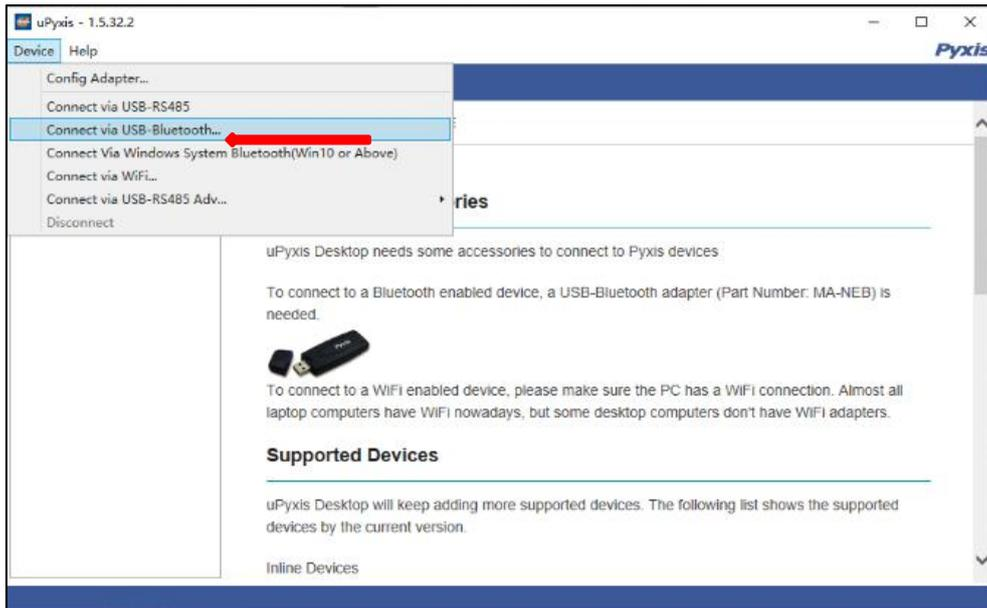
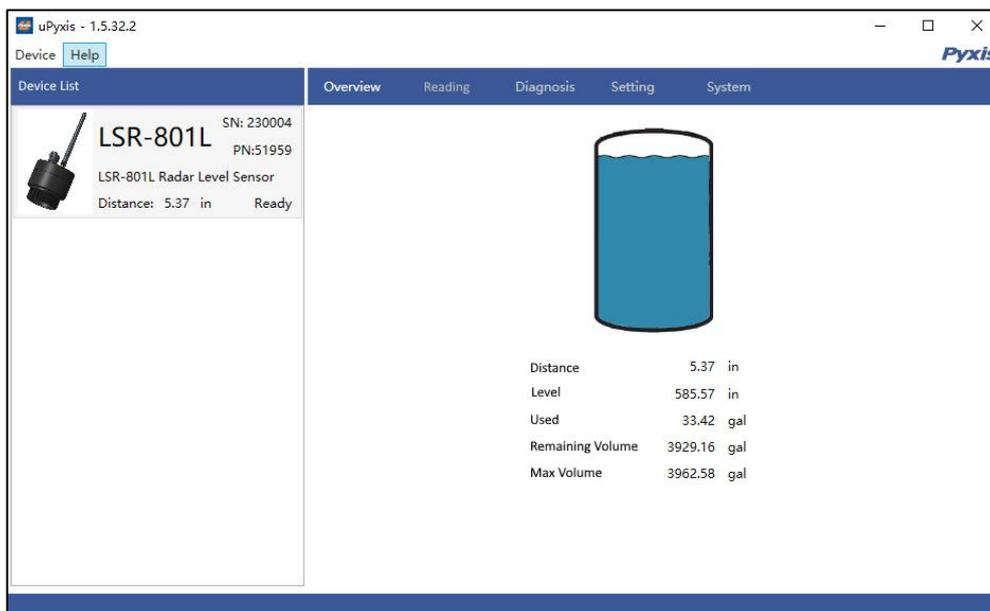

图9. 将uPyxis桌面应用程序连接到LS-801系列雷达液位计
图10. uPyxis连接到LSR-801系列雷达液位计后的实时显示
3. 在uPyxis Desktop上，单击菜单“设备”->“通过USB蓝牙5.0®连接”，如图9所示。如果连接成功，LSR-801系列图像及其序列号将显示在uPyxis窗口的左窗格中，如图10所示。